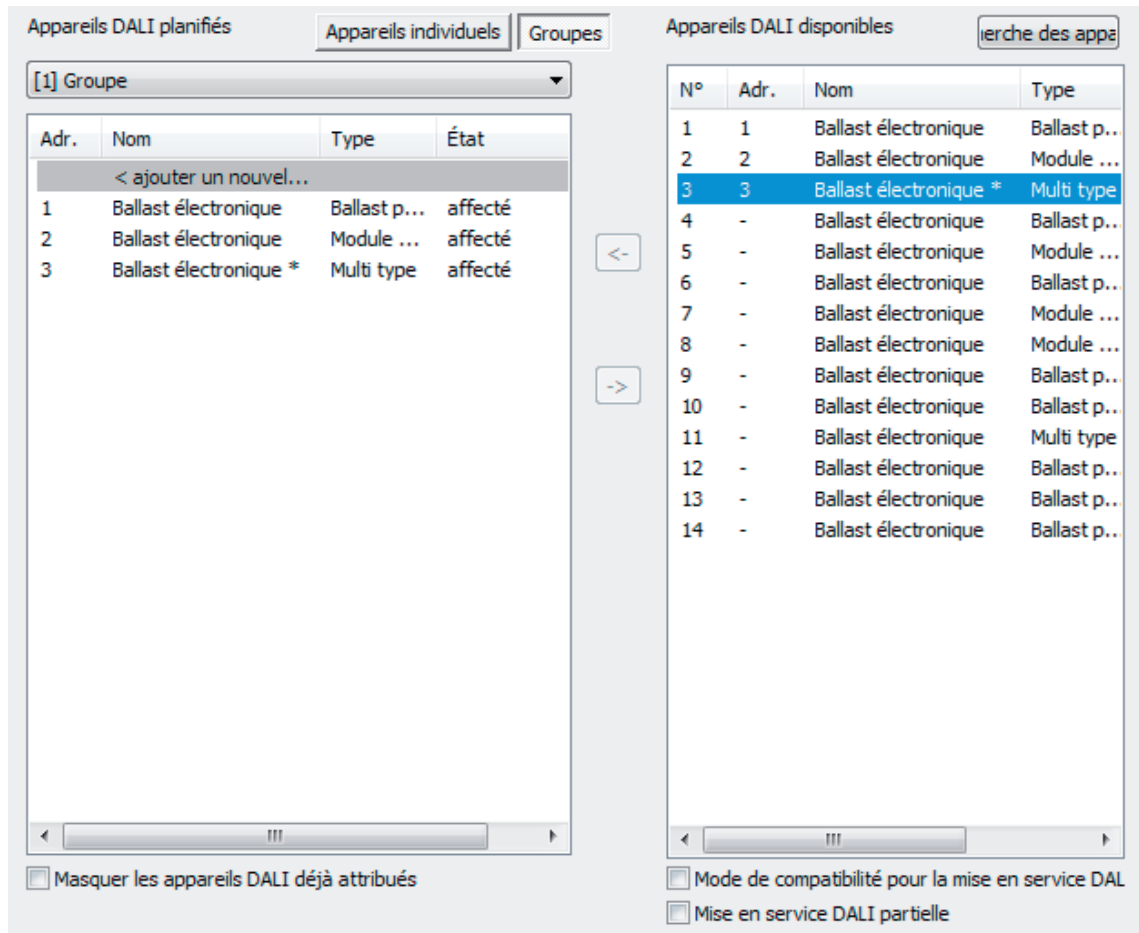

Figure 69: Équipement affecté à un groupe
- Affecter un ou plusieurs équipements DALI disponibles au groupe comme décrit ci-dessus. Les équipements affectés restent visibles dans la partie droite de la fenêtre et apparaissent également à gauche pour le groupe sélectionné. (figure 69). Dans la partie droite, ces ballasts électroniques reçoivent l'adresse abrégée de l'affectation.